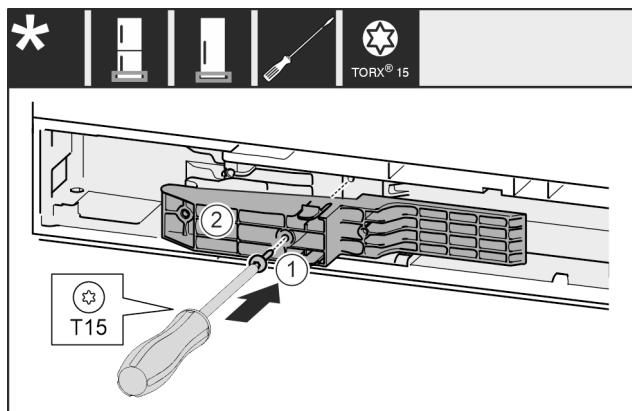

Fig. 51 *
- Adapterstück Fig. 51 (1) auf der Griffseite in die Aussparung einsetzen.*
- Schraube Fig. 51 (2) mit Schraubendreher festschrauben.*